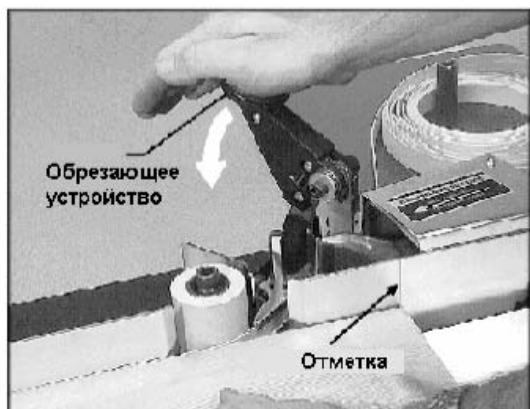

Рисунок 14
12. Когда задний конец рабочей заготовки поравняется с отметкой на подающей планке, твердо и быстро опустите обрезающее устройство, чтобы перерезать кромкооблицовочный материал. Смотрите Рисунок 14.